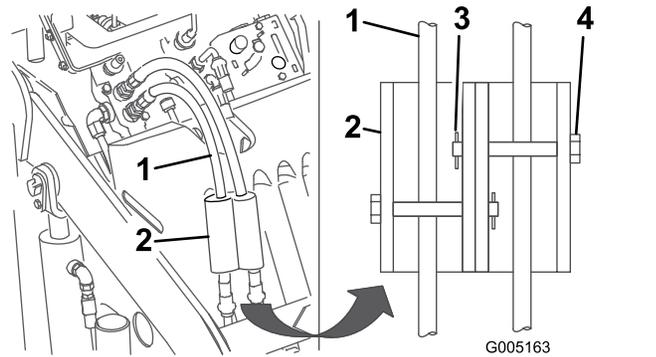

Рисунок 18
7. Поместите замки гидроцилиндров на шланги и закрепите их шплинтуемыми штифтами и шплинтами (Рисунок 18).